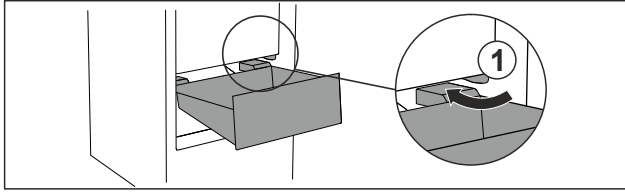

Fig. 69
- ▶ Прокарайте чекмеджето под ъгъл около ограничителите Fig. 69 (1).